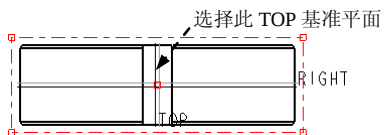
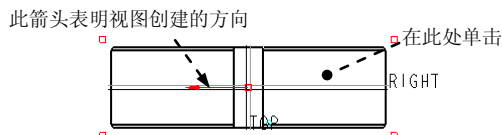

图 3.8.20 选取参照平面
图 3.8.21 选择视图的创建方向
(2) 将 **截面选项** 设置为 **2D 横截面**，将 **模型边可见性** 设置为 **总计**，然后单击 **+** 按钮。
(3) 在 **名称** 下拉列表中选择剖截面 **A**（A 剖截面在零件模块中已提前创建），在 **剖切区域** 下拉列表中选择 **半倍** 选项。
(4) 在系统 **为半截面创建选取参照平面。** 的提示下，选取图 3.8.20 所示的 TOP 基准平面，此时视图如图 3.8.21 所示，图中箭头表明半剖视图的创建方向；单击绘图区 TOP 基准平面右侧任一点使箭头指向右侧；单击对话框中的 **应用** 按钮，系统生成半剖视图，此时“绘图视图”对话框如图 3.8.19 所示，单击“绘图视图”对话框中的 **取消** 按钮。